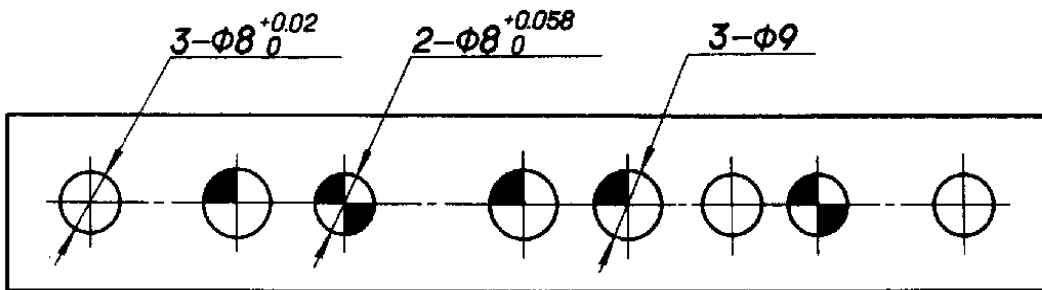

图 39
4.6 在同一图形中具有几种尺寸数值相近而又重复的要素（如孔等）时，可采用标记（如涂色等）的方法（图39），或采用标注字母的方法（图40）来区别。
孔的尺寸和数量可直接标注在图形上（图39、40），也可用列表的形式表示（图41）。